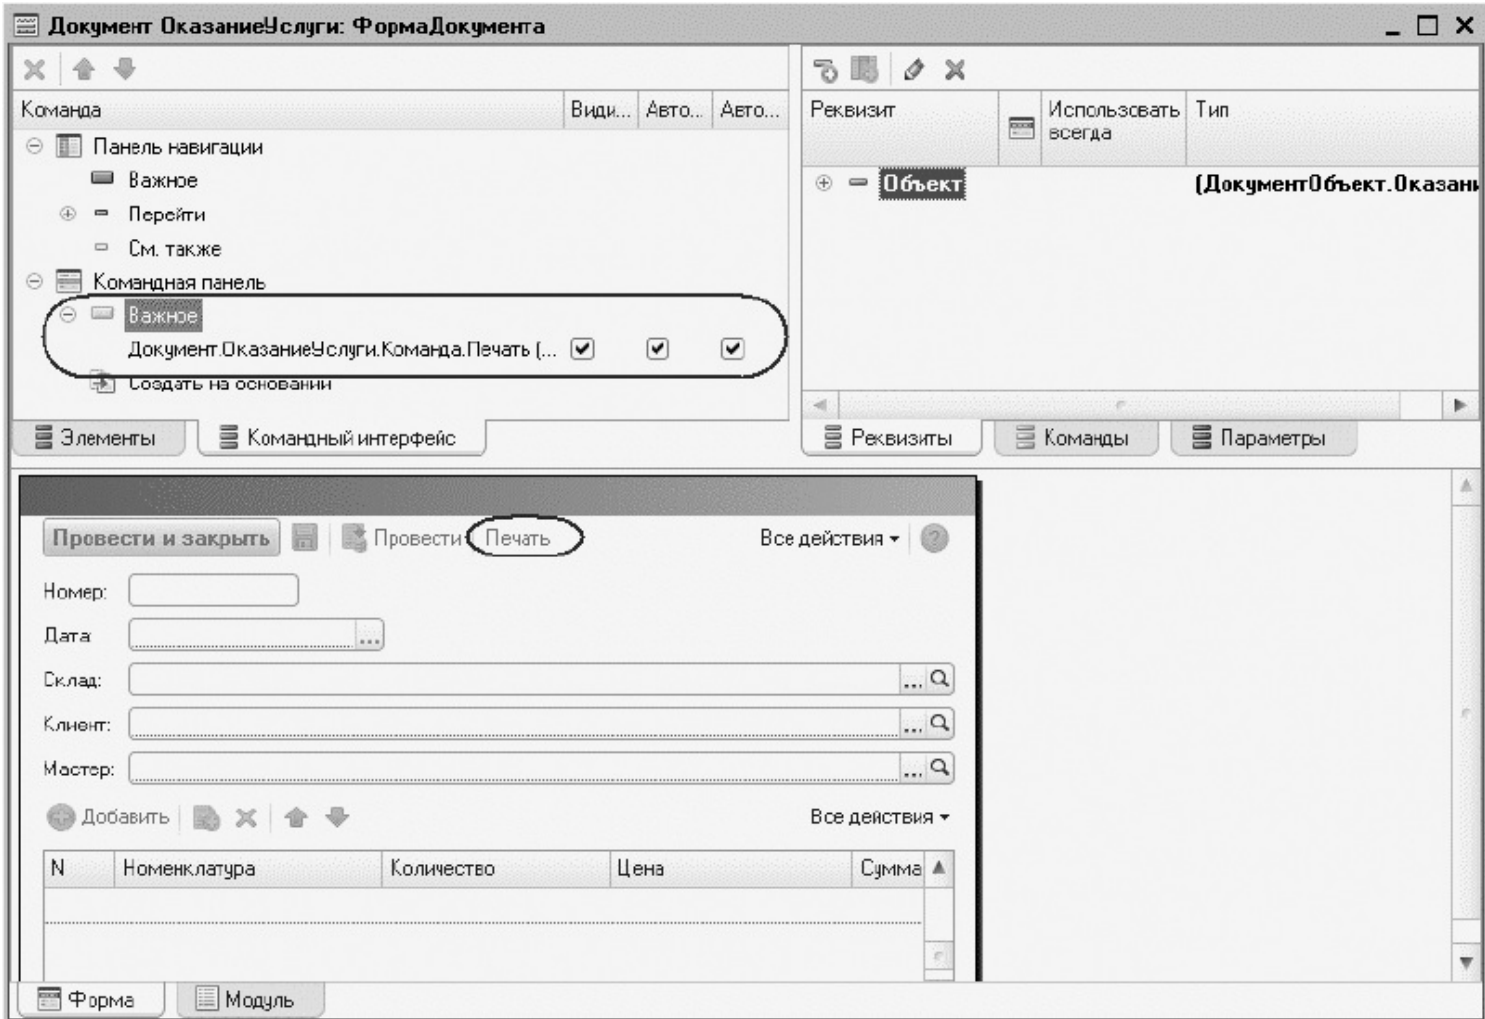

Рис. 8.8. Макет документа «Оказание услуги»
- В командную панель формы документа *ОказаниеУслуги* помещена команда *Печать* для формирования печатной формы документа (рис. 8.8).